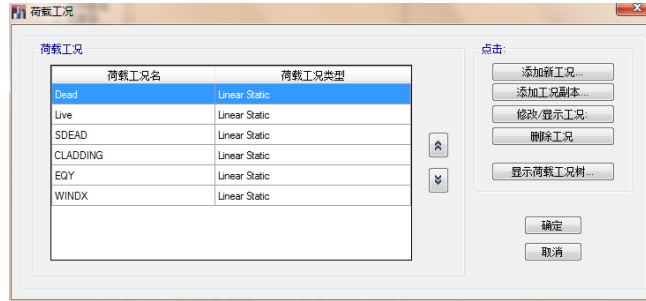

图 6-1 荷载工况对话框
1. 点击**定义>荷载工况**命令打开**荷载工况**对话框，如图 6-1 所示。ETABS 为先前定义的每个荷载模式自动创建对应的荷载工况。